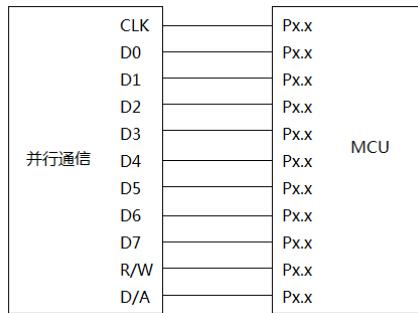

图 9.2 一种并行通信的数据线
为了对比，我们先说说并行通信。并行通信需要多少根数据线呢？如图 9.2 所示为一种并行通信的硬件接口，由以下几个部分组成：
- 3) 地址位 Address Bit，0 表示前面的 7 或 8 位是数据，1 表示是地址，这在 1 主多从通信中有用。在图 9.2 这样的双机通信里肯定是不用的，可以省掉。我们稍后会解释，多机通信里，也有办法省掉。